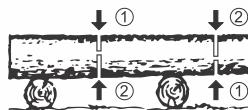

Fig. 24
Un buștean poziționat deasupra pământului (Fig. 24). În zona (1), debități în sus o treime de jos și terminați prin debitarea cu electroferăstrău de sus în jos. În zona (2) debități de sus în jos o treime și finalizați prin debitarea cu electroferăstrăul de jos în sus.